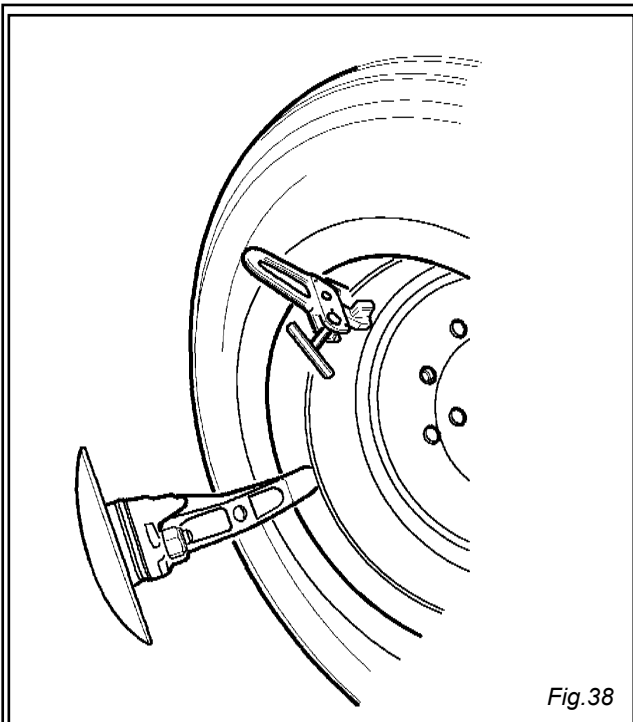

Fig.38
19) Risollevar la ruota e montare nuovamente la pinza, all'esterno del secondo tallone, a circa 20 cm. a destra della valvola (Fig. 38).